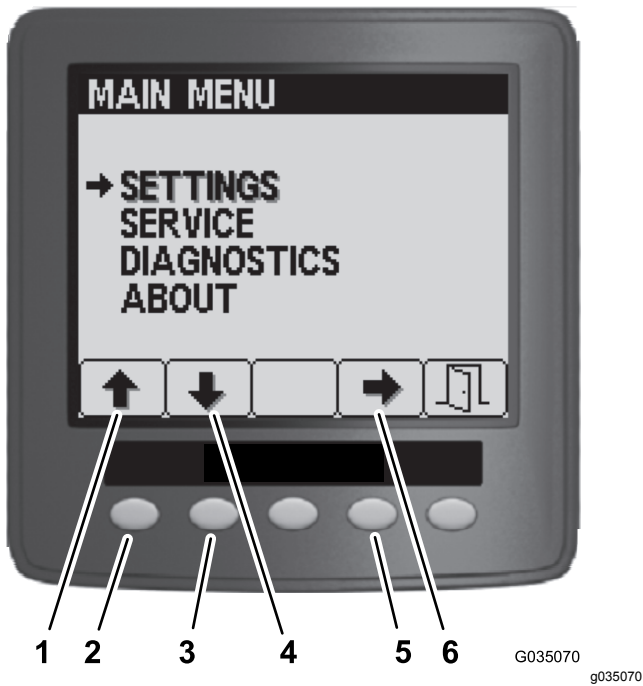

图100
3. 在主菜单上按1号按钮或2号按钮直至设置选项高亮显示然后按4号按钮导航至设置菜单 图100。